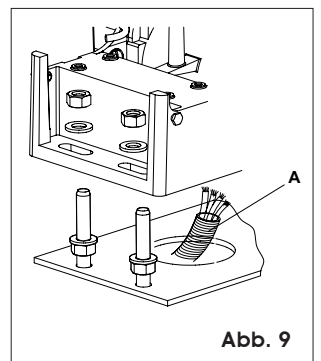

Abb. 9
- 2) Den Antrieb mit den Unterlegscheiben und den Muttern aus dem Lieferumfang gemäß Abb. 9 auf der Platte anbringen. Bei diesem Vorgang die Kabel durch den entsprechenden Schlitz im Körper des Getriebes des Antriebs durchziehen (Abb. 9 Bez. A).